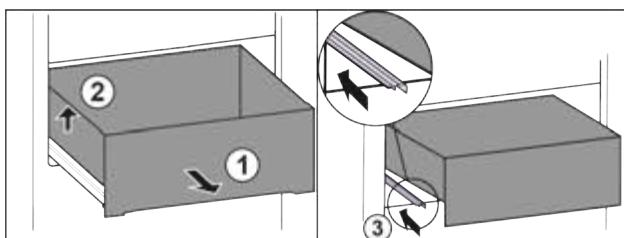

Fig. 62
- Витягніть висувний ящик до упору. Fig. 62 (1)
- Підняти висувний ящик ліворуч. Fig. 62 (2)
- Вставити ліву рейку. Fig. 62 (3)